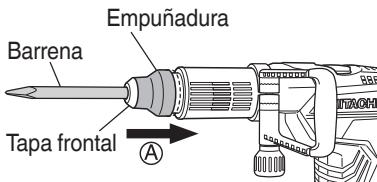

Fig. 5
- (3) Cambie la palanca del selector hasta "martilleo T", gire la herramienta y compruebe que está bloqueada por completo.
Como se muestra en la Fig. 5, deslice el agarre en la dirección de ④ y remueva la herramienta.